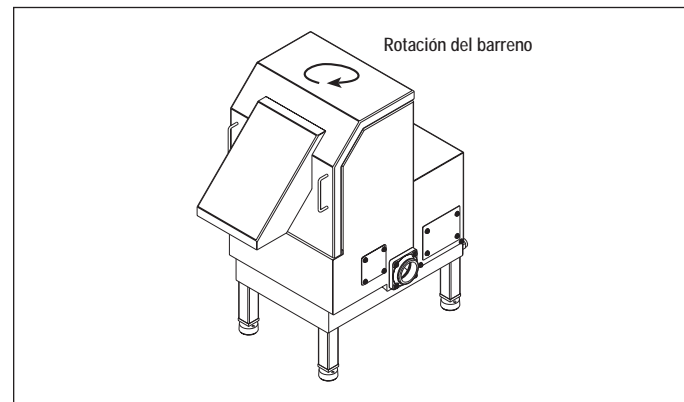

Figura 21.
7. Observe la rotación del barreno: al mirar hacia adentro del canal de descarga, el barreno debe girar en sentido de las agujas del reloj (si se la mira desde arriba). Ver Figura 21.